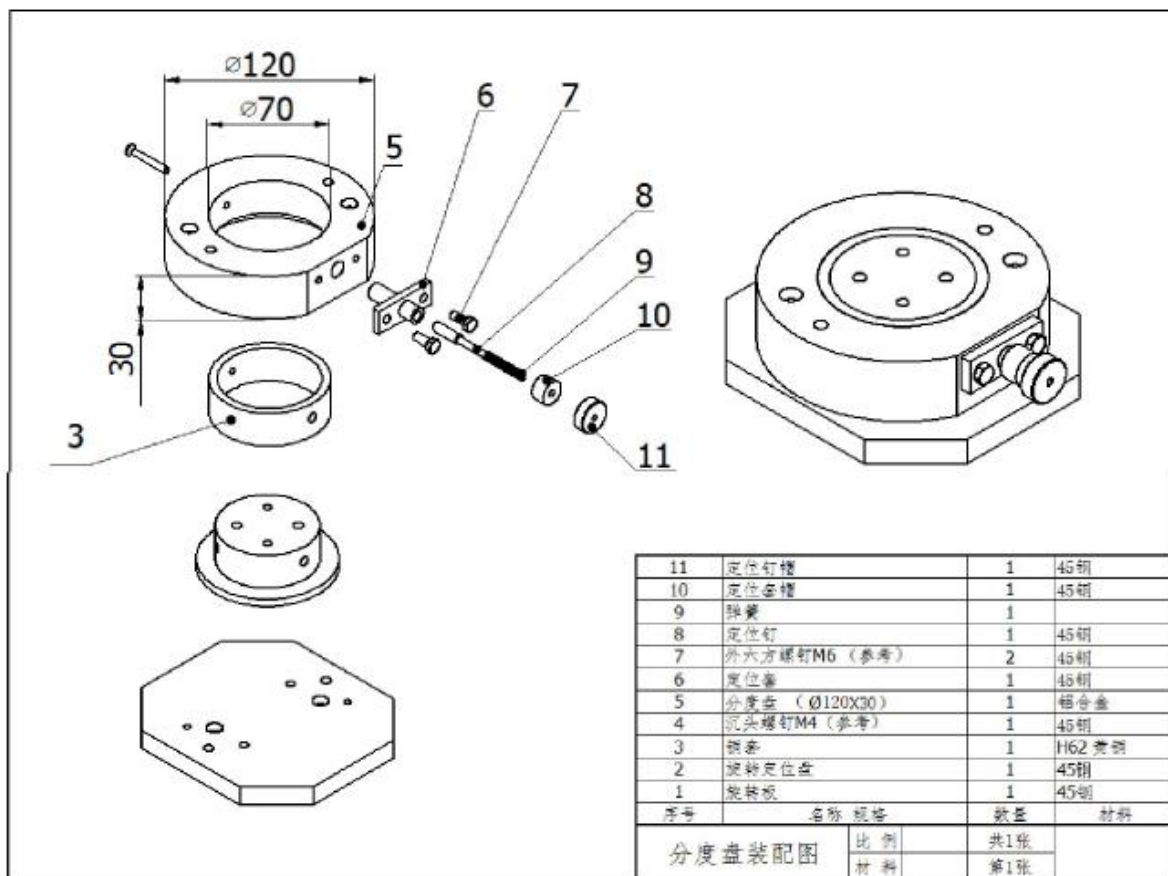

图 6. 分度盘组件示意图
2) 选手需自行完成旋转装置的加工, 比赛时带到赛场, 开赛前由裁判长组织裁判员对装置进行检查。该装置可参考图 6, 也可自行设计, 但需保证与其它夹具零件的连接。旋转装置参考如示意图 6。